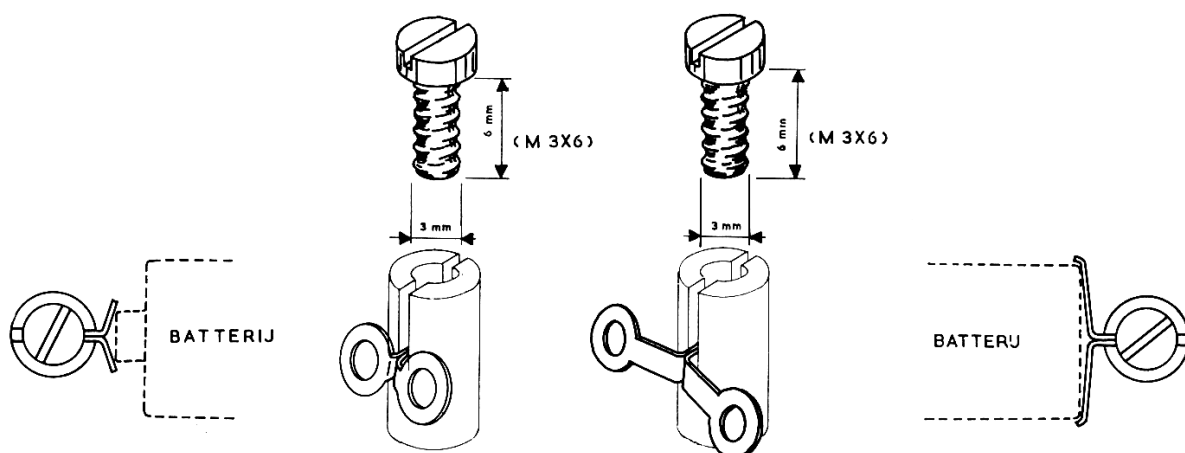

Fig. B11
7. Tussen de twee klemmen KL 1 N links (vanaf de zijde van de assen gezien) wordt straks de batterij aangebracht. Daarvoor maken we van vier losse aansluitlippen twee stel contactstukjes voor deze batterij. Buig de lippen in de vorm die in fig. B11 is aan-